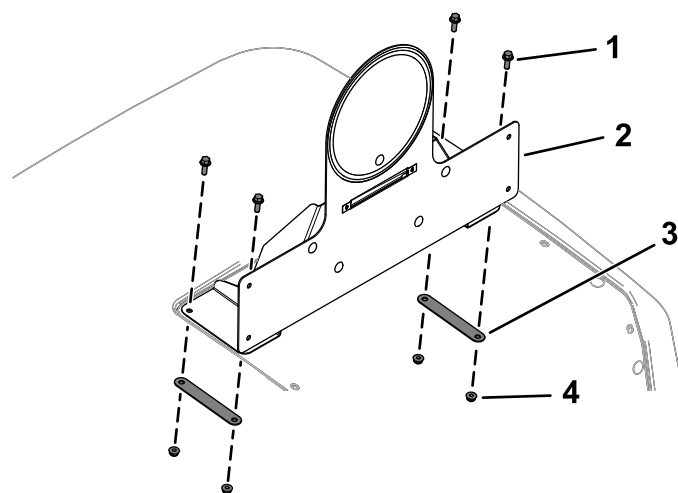

**Figura 32**
10. Instradate il connettore del cablaggio preassemblato con l'etichetta LICENSE PLATE LIGHT (P14) attraverso il cofano e collegatelo alla luce della targa (Figura 32).
11. Fissate il cablaggio preassemblato al cofano utilizzando 3 viti a brugola (1/4" x 1"), 3 rondelle piane, 3 morsetti e 3 dadi flangiati (1/4") come mostrato nella Figura 32.